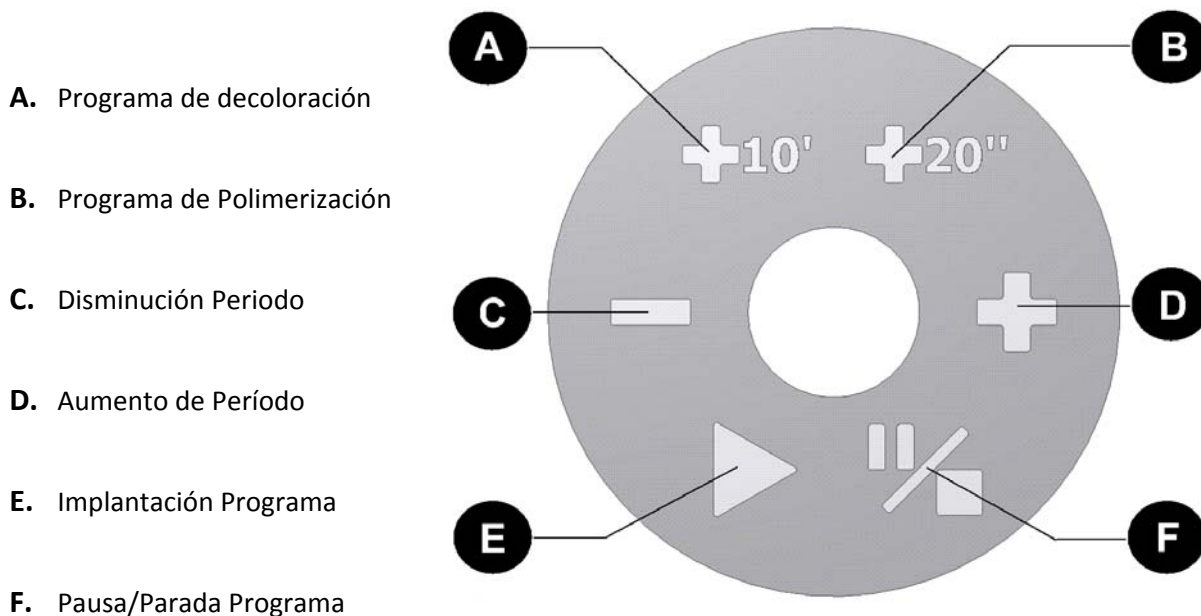

fig.5
- Preliminares de la polimerización **+20''** pos.B fig.5.